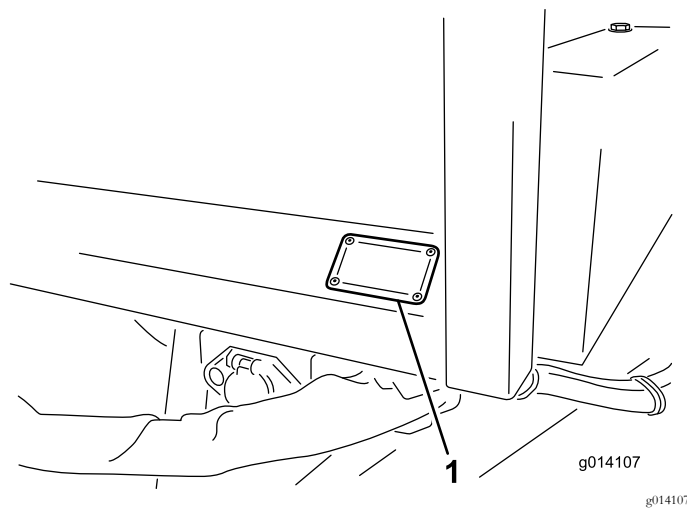

Bild 23
14. Bringen Sie den Aufkleber 136-7585 neben der Seriennummernplatte vorne links am Gerät an (Bild 23).